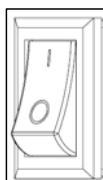

Figura 8
- A.** Configuración predeterminada: el interruptor del sensor de movimiento estará en la posición “O” de forma predeterminada. Esto controlará el luminario en el que se encuentra el módulo y todos los luminarios conectados en serie a él. Ver Figura 8.
- B.** Configuración alternativa: cuando el interruptor del sensor de movimiento está en la posición “I”, el sensor de movimiento solo controlará el luminario en el que está el módulo, y NO los luminarios conectados en serie a él. Ver Figura 8.
b. Configuración alternativa: el sensor de movimiento controlará los luminarios en serie que se hayan conectado en cadena. Tenga en cuenta que cuando el interruptor está en la dirección “O”, el sensor de movimiento no está en la configuración predeterminada. Ver Figura 8.